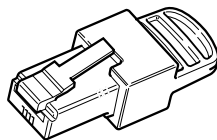

Figure 2-2 Terminateurs de réseau Xanbus
- Terminateurs de réseau (Figure 2-2) – le réseau Xanbus doit être correctement terminé à chaque extrémité par des terminateurs de réseau. Si le réseau n'est pas correctement équipé, la qualité du signal sera dégradée et le rendement du réseau sera médiocre. Les configurations permanentes sans terminateurs ne sont pas prises en charge par Schneider Electric. Un terminateur est fourni avec le SCP. Selon la topologie de votre réseau, il peut s'avérer nécessaire d'installer ce terminateur dans un autre appareil sur le réseau.